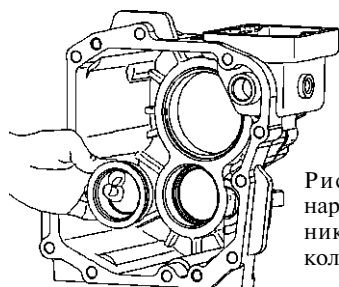

Рис. 6.43. Установка наружного кольца подшипника и регулировочного кольца
5. Установите наружное кольцо (рис. 6.43) и подобранное регулировочное кольцо в седло конического подшипника промежуточного вала в заднем картере коробки передач.